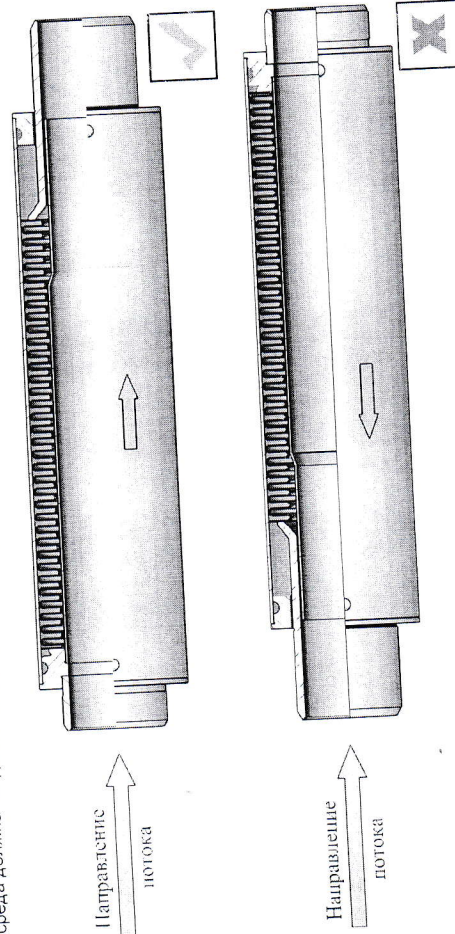

Рис.5
- 3.6. Для компенсаторов с внутренним экраном необходимо сверить направление потока среды с направляющей стрелкой на корпусе компенсатора (если отсутствует стрелка направления потока среды, то среда должна входить в компенсатор со стороны, где внутренний экран приварен к патрубку) (Рис.5).